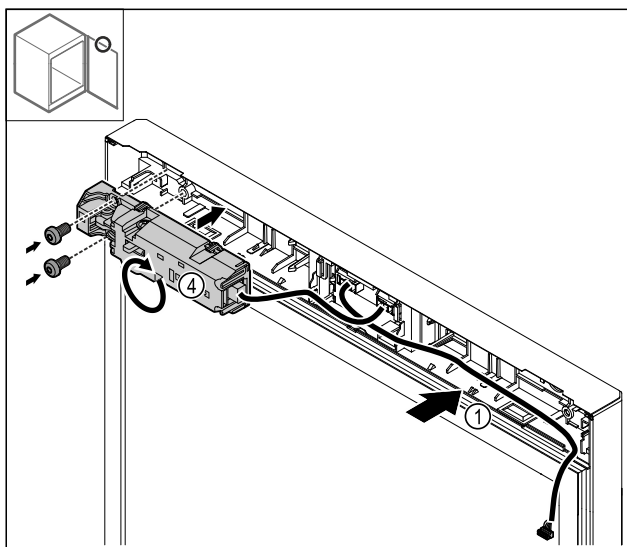

Fig. 26
- Kabel Fig. 26 (1) auf Gegenseite verlegen.